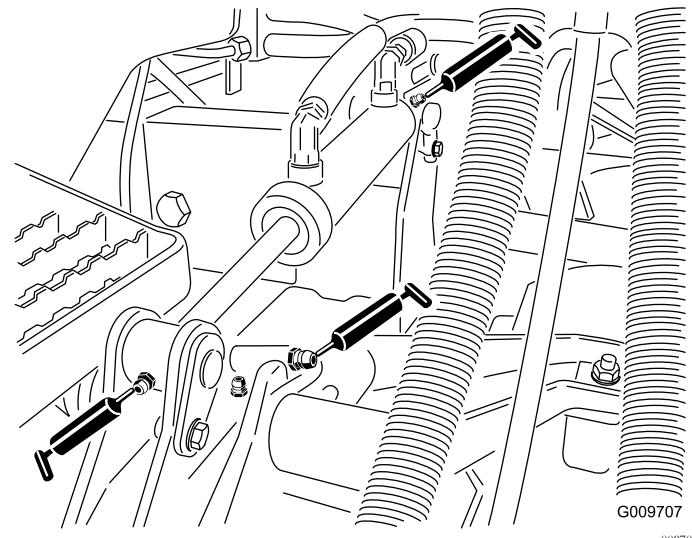

图35
- 提升臂轴套每个刀盘1个如图35所示
- 提升油缸轴套每个刀盘2个如图35所示